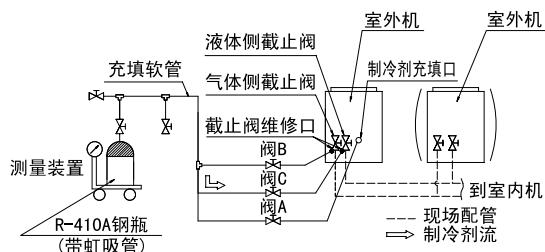

图2
3. 打开阀 C(请参见图 2。必须保持阀 A、B 及液体侧和气体侧截止阀关闭)，从液体侧截止阀维修口充填“追加充填量”的制冷剂。